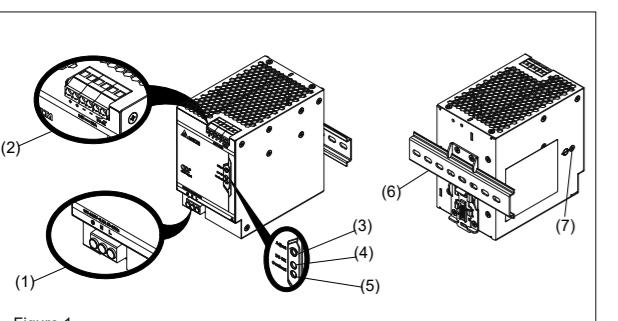

Figure 1
4.2. Anschluss der Ausgangsklemmen (Abb. 1 (2))
Verwenden Sie die Schraubklemmen „+“ und „-“, um den 24 Vdc-Anschluss herzustellen. Am Ausgang stehen 24 Vdc zur Verfügung. Die Ausgangsspannung kann am Potentiometer zwischen 24 und 28 Vdc eingestellt werden. Die grüne LED „DC OK“ zeigt die korrekte Funktion des Ausgangs an (Abb. 1 (4)). Das Gerät verfügt über einen Kurzschluss-, Überlast- und Überspannungsschutz, der auf 35 Vdc begrenzt ist.